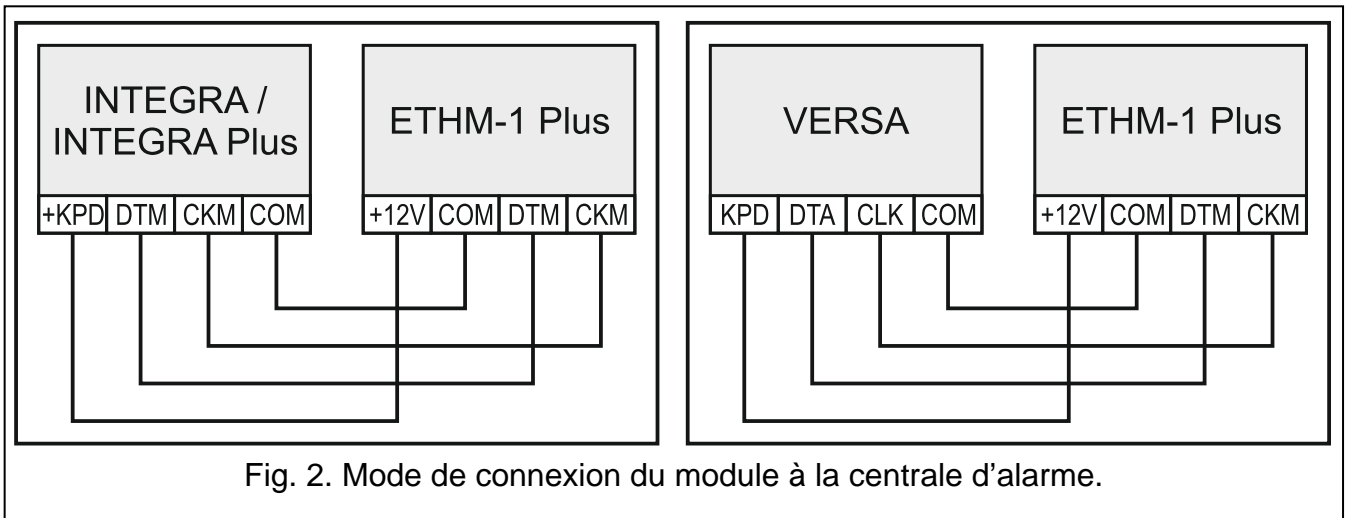

Fig. 2. Mode de connexion du module à la centrale d'alarme.
3. Raccorder les bornes +12V, COM, DTM et CKM du module aux bornes de la centrale d'alarme (fig. 2). Pour effectuer des raccordements, utiliser un câble non blindé droit. Si le câble de type « paire torsadée » est utilisé, ne pas oublier que les signaux CLM (horloge) et DTA (données) ne peuvent être envoyés par une paire de fils torsadés. Les fils doivent être conduits dans un câble.